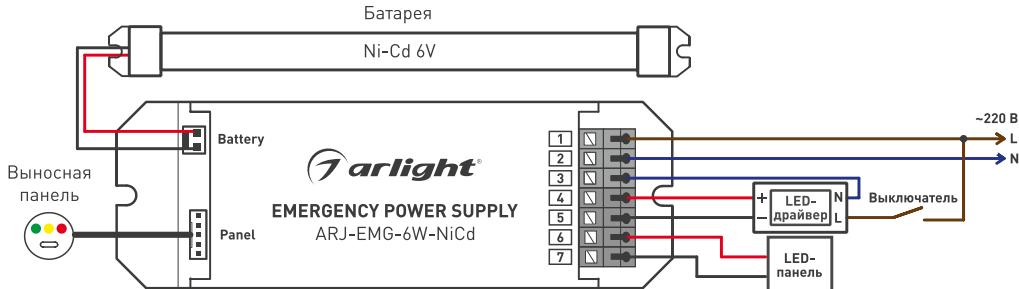

Рисунок 1. Стандартная схема подключения
- 3.4. Подключите провода батареи к разъему источника питания [предварительно разъем прежней батареи должен быть отключен]. Смотрите рисунок 1.